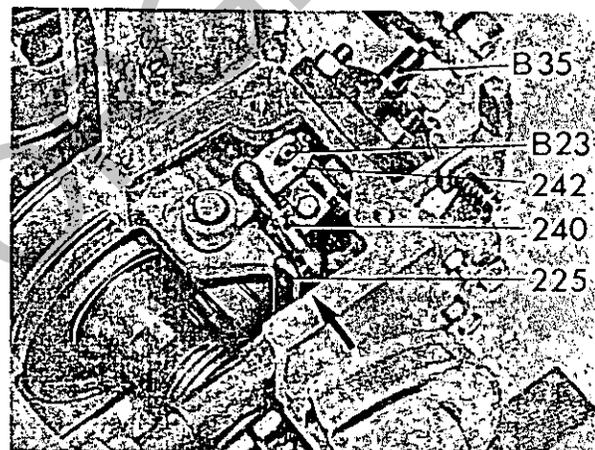

Abb. 20
Regelstange (Bosch 23) der Einspritzpumpe 2 mm vor volle Startmenge stellen, dabei Druckbolzen (Bosch 35) der Einspritzpumpe drücken. Einstellspindel (240) auf Reglergabel (225) aufstecken. Reglergabel in Pfeilrichtung auf Anschlag drücken. Einstellspindel so weit verdrehen, bis sie spielfrei auf Umlenkhebel (242) aufgesteckt werden kann. Einstellspindel mit Draht absichern (siehe Abbildung 20).